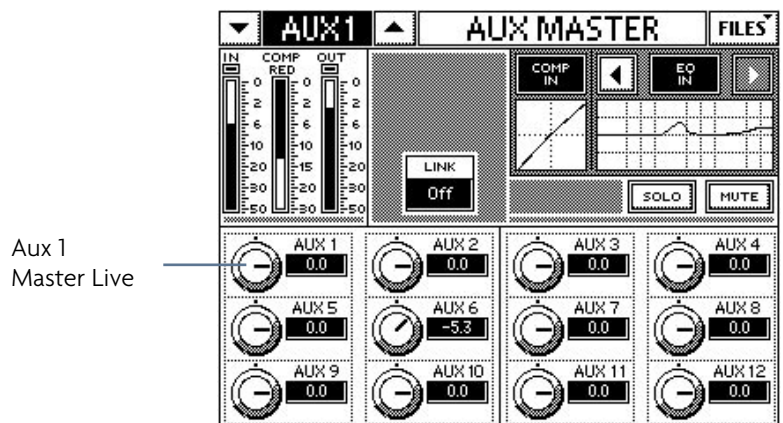

Figure 2-5 Page AUX MASTER
- Réglez le niveau général Aux 1 à l'aide du bouton QuickMix correspondant (voir page Aux Master dans la Figure 2-5).